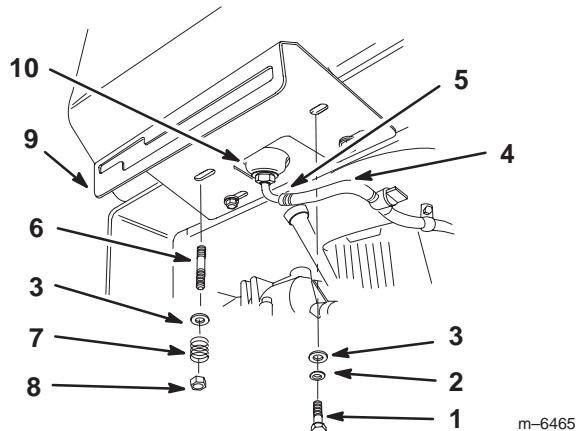

Figure 5
- Poussez la conduite d'alimentation sur le raccord du réservoir de carburant et fixez-la en place avec le collier (Fig. 5).
- Fixez le côté droit de la plaque du levier de vitesses et le réservoir de carburant au bâti arrière (Fig. 5) avec 2 boulons (5/16 x 7/8 pouce), rondelles de blocage (5/16 pouce) et rondelles (5/16 pouce) (Fig. 5).
- Fixez le côté gauche de la plaque du levier de vitesses et le réservoir de carburant au bâti arrière (Fig. 5) avec des rondelles (5/16 pouce), ressorts et contre-écrous (5/16 pouce) (Fig. 5).